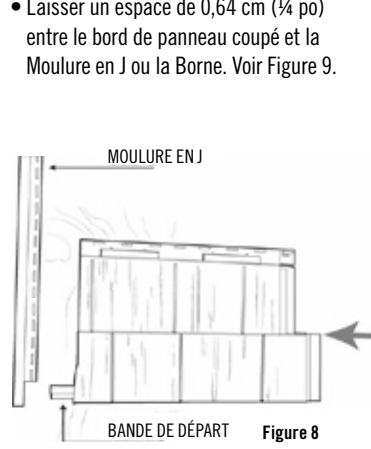

Figure 8
- Couper un bord droit sur le côté gauche du panneau pour qu'il entre dans la Moulure en J ou la Borne. Voir figure 8.